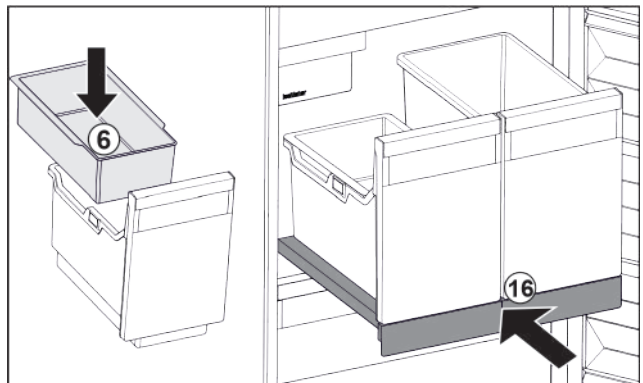

Fig. 25
- ▶ Вставити підвісний лоток Fig. 25 (6) для кубиків льоду.